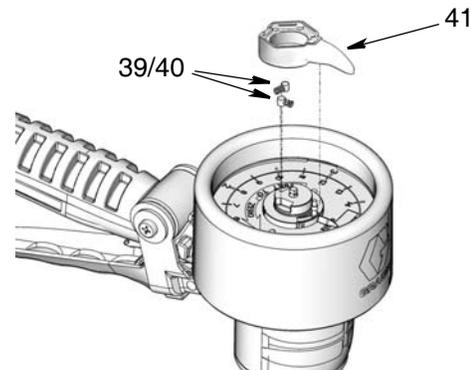

FIG. 24
5. Instale el puntero de la aguja (41), los muelles (39) y las clavijas (40) como se muestra en la FIG. 24.